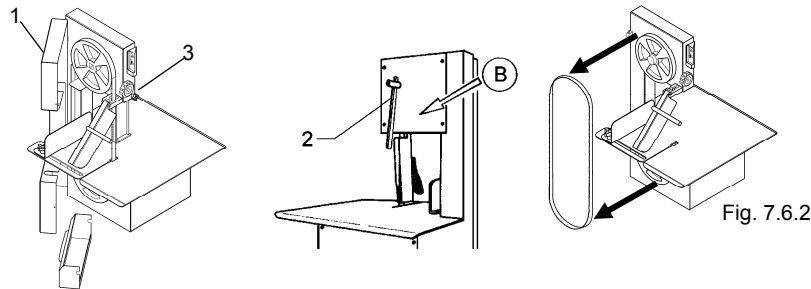

Fig. 7.6.2
7.6.2 - Sustitución de la cuchilla (Fig. 7.6.2)
- Correr la palanca "2" hacia abajo, como lo indica la Fig. 7.6.2 con la flecha "B".